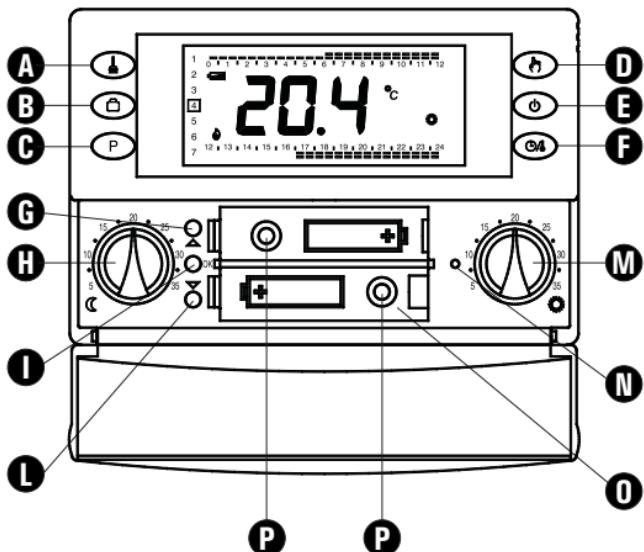

Fig. 4
1. Ouvrir le volet d'accès au logement des piles (Fig. 4).
4. Effectuer au besoin, une réinitialisation au moyen de la touche indiquée à N de la Fig. 4. **NE PAS UTILISER DES AIGUILLES OU DES INSTRUMENTS QUI PUISSENT ENDOMMAGER IRRÉMÉDIABLEMENT LE CHRONOTHERMOSTAT.**
- Inserir las pilas en el compartimento pilas (0 de Fig. 4); ver párrafo 'INSERCIÓN/SUSTITUCIÓN BATERÍAS'.
Introducir las pilas respetando la polaridad indicada en el compartimiento pilas (ver párrafo 'INSERCIÓN/SUSTITUCIÓN BATERÍAS') y realizar la operación de reiniciación actuando con un objeto con punta a través del orificio dedicado (N de Fig. 4); **NO USAR UNA AGUJA O**
'OK': Programación hora y día de la semana corriente (I de Fig. 4);
'▲': Adelante (G de Fig. 4);
'▼': Atrás (L de Fig. 4);
La temperatura de Confort se ajusta mediante el mando giratorio '◎' (M de Fig. 4) mientras que la temperatura Reducción se ajusta mediante el mando giratorio 'Ҫ' (H de Fig. 4).